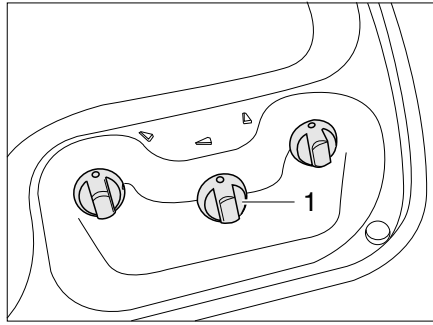
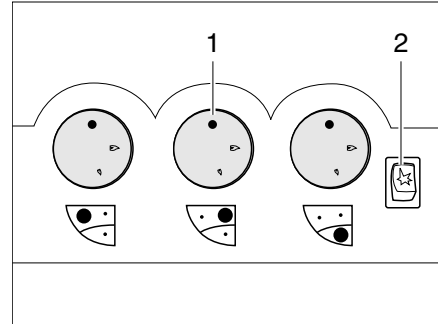

Fig. 328 Éléments de commande pour le réchaud à gaz (sans touche d'allumage piézo)
Fig. 329 Éléments de commande pour le réchaud à gaz (avec touche d'allumage piézo)
- Tourner le bouton tournant (Fig. 328,1 ou Fig. 329,1) du brûleur désiré en position d'allumage (grande flamme).
- Si une touche d'allumage (Fig. 329,2) est présente : Générer une étincelle en appuyant sur la touche d'allumage.